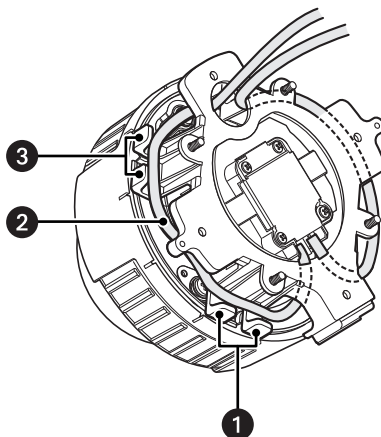

Рис. 15. Прокладка кабелей
10. Проведите присоединенные кабели через кабельный ввод монтажной основы (см. рис. 15).